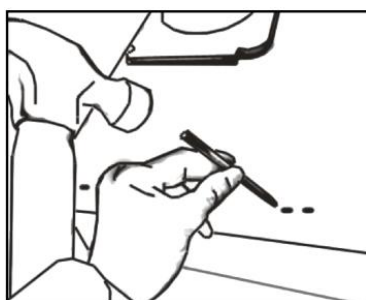

Figure 2
- Druk de uitbrekgaten door (voor montage onder de kast) op de kap zoals weergegeven in Fig. 2.